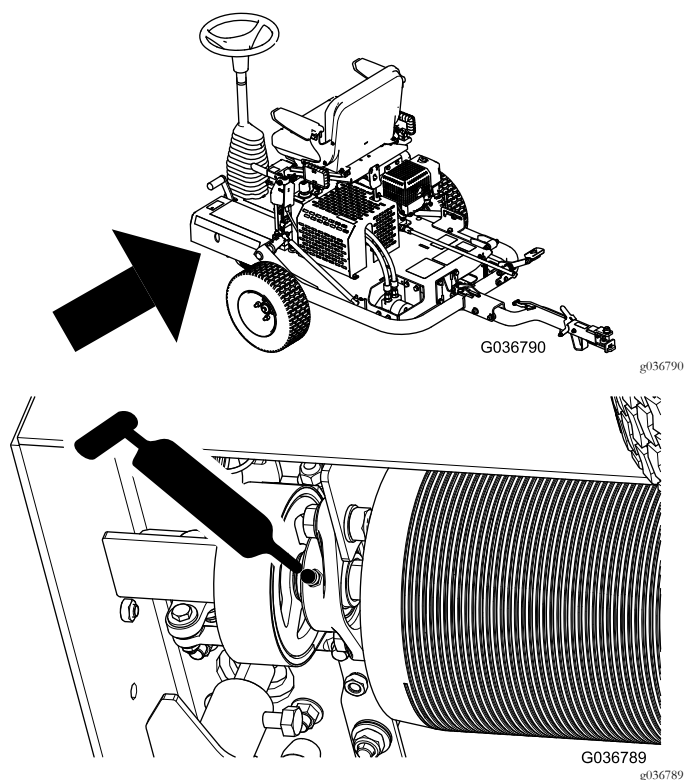

Figura 30
2. Bombear grasa en el punto de engrase, tal y como se muestra en la Figura 30.